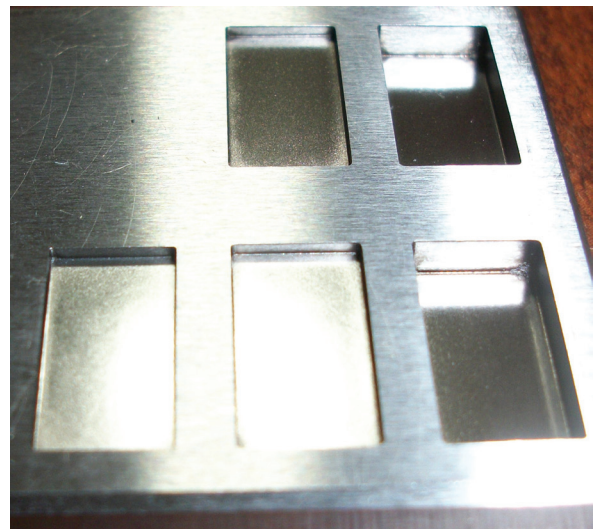

Figura 2. Acabado superficial de excelente calidad disponible con un material de electrodo de grafito adecuado y parámetros de máquina apropiados.
**Desgaste del electrodo (EW):** el desgaste del electrodo es una preocupación de todos los operadores de EDM, ya que un desgaste excesivo obliga a añadir electrodos o a cambiarlos más a menudo. El grafito es capaz de conseguir un desgaste del electrodo inferior al 1 % en relación con la profundidad de corte con parámetros de máquina mucho más agresivos que los electrodos de cobre. Esto significa que el alto amperaje y los largos tiempos de encendido de una condición de desbaste en realidad preservan el electrodo de grafito, mientras que el electrodo de cobre se erosiona con estos ajustes. Por otro lado, en las fases de acabado con amperaje y tiempos de encendido bajos, el electrodo de grafito tiene tendencia a desgastarse a mayor velocidad que el de cobre. No obstante, como el desgaste del electrodo se relaciona con la cantidad de material eliminado en el corte, el porcentaje de desgaste en la fase de acabado sigue siendo mínimo con un electrodo de grafito.
**Acabado superficial (SF):** no es necesario decir que los electrodos de cobre proporcionan acabados superficiales de excelente calidad. Con la sofisticación de la tecnología actual de EDM por inmersión, la diferencia de acabado superficial entre el grafito y el cobre se redujo considerablemente. Los electrodos de grafito de grano fino son ahora capaces de proporcionar acabados superficiales similares mucho más rápidamente que el cobre con un desgaste comparable del electrodo. Con la selección adecuada del material de electrodo y los parámetros de la máquina, el grafito es capaz de lograr acabados semejantes sin un aditivo en polvo y acabados iguales con este aditivo. Como se muestra en la Figura 2, se realizaron cortes de prueba de EDM de 0.260" (0.66 cm) x 0.510" (1.29 cm) en una pieza de prueba. Las dos cavidades de la derecha se mecanizaron a una profundidad de 0.100" (0.25 cm) con un acabado de 8 VDI. Aunque con el cobre aún se pueden conseguir acabados superficiales de mejor calidad, la necesidad de un acabado superficial por EDM inferior a este es poco frecuente, e incluso entonces suele conseguirse con algún tipo de operación de pulido posterior a la EDM.